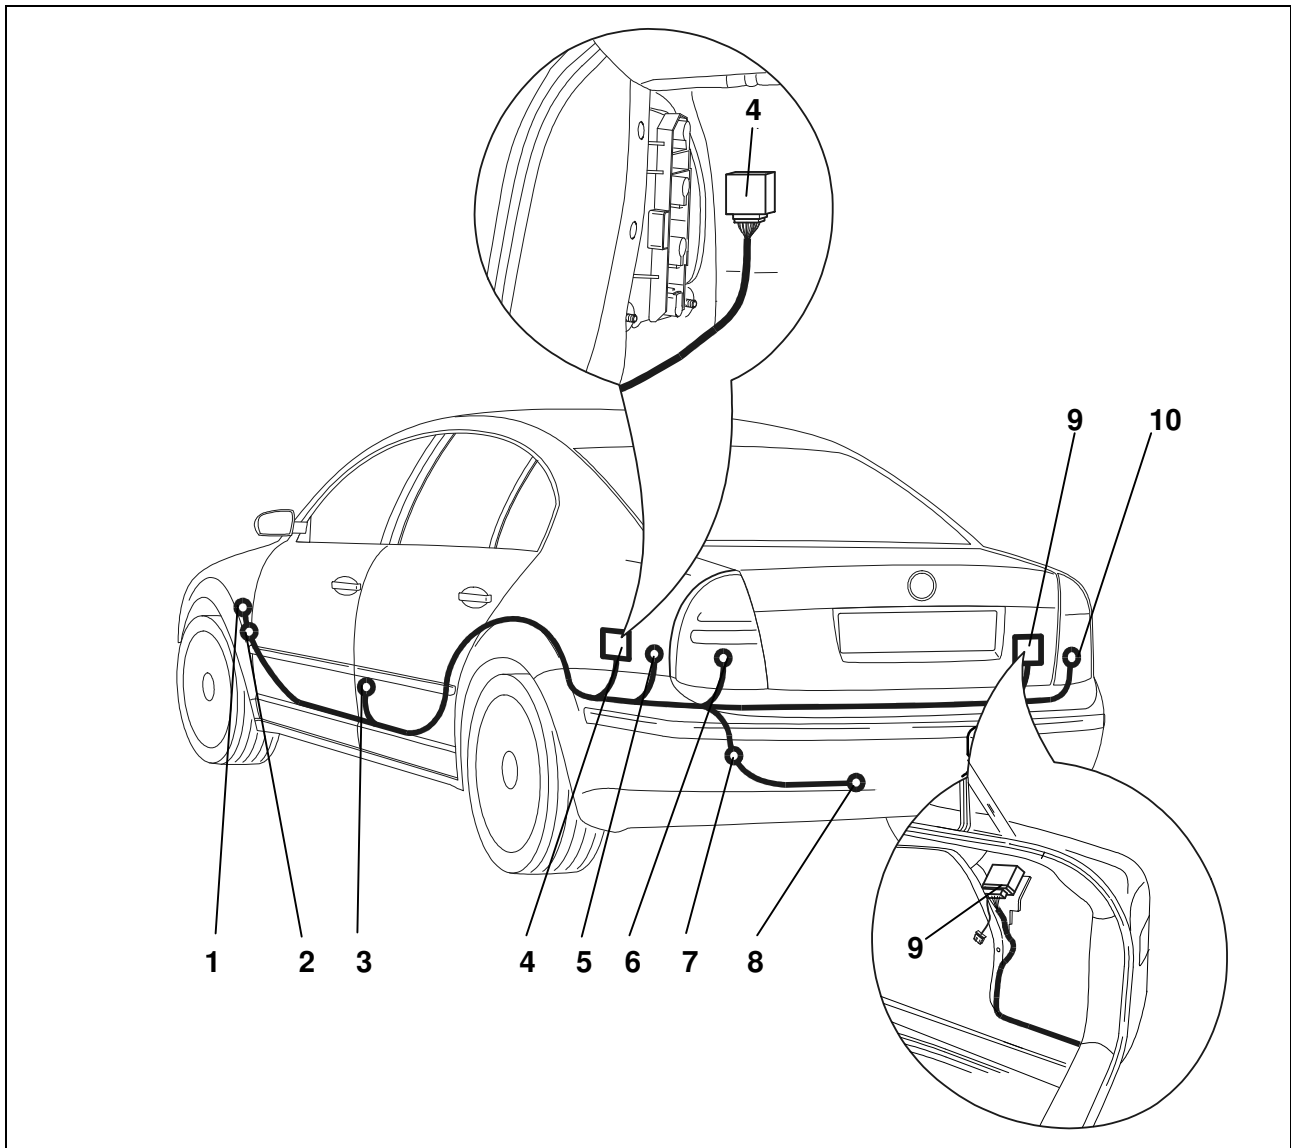

Fig. 1: Montageoverzicht
3. Het uiteinde van de kabel door de doorvoer aan de kant van het voertuig leggen, uitgaand van de kofferbak naar buiten naar de stopcontact-bevestigingsplaat (fig. 1/8).
4. De rubberbus in de kabeldoorvoer (fig. 1/7) plaatsen.
6. Het stopcontact vastschroeven met de bijliggende schroeven en moeren op de stopcontact-montageplaat (fig. 1/8).
7. De stekker van het linker achterlicht (afb. 1/6) aftrekken en met het passende contradeel van de kabelbundel verbinden. Stekker moet inklikken. De resterende stekker weer monteren aan de achterlamp.
8. Het uiteinde van de leiding met de beide 6-polige stekkers langs het achterste afsluitblik naar het rechter achterlicht (fig. 1/10) leggen.
10. De stekker van het rechter achterlicht (afb. 1/10) aftrekken en met het passende contradeel van de kabelbundel verbinden. Stekker moet inklikken. De resterende stekker weer monteren aan de achterlamp.
12. De aanhangermodule (fig. 1/4) in de linker hoek van de kofferbak m.b.v. een klittenband bevestigen.
14. De bruine kabels met het ringoog op het massapunt van het voertuig (fig. 1/3) aansluiten.